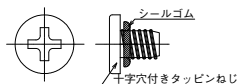

図88 切管用挿しロリングおよびタッピンねじ
(1) 部品の確認
- ① 切管用挿し口リング（継ぎ輪用）(図88 (a)) のねじ穴位置にOリング (2ヶ所) が付いていること、および異物の付着がないことを確認する。Oリングが外れている場合は、シアノアクリレート系接着剤で取り付ける。
- ② 十字穴付タッピンねじ(図88 (b)) にシールゴムがついていることを確認する。